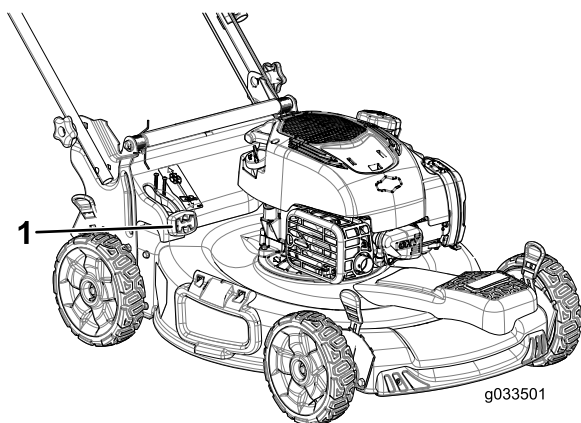

Рисунок 23
- Для сбора скошенной травы и листьев в мешок нажмите кнопку на рычаге сбора в мешок и двигайте рычаг вперед, пока кнопка на нем не вернется в исходное положение (Рисунок 23).